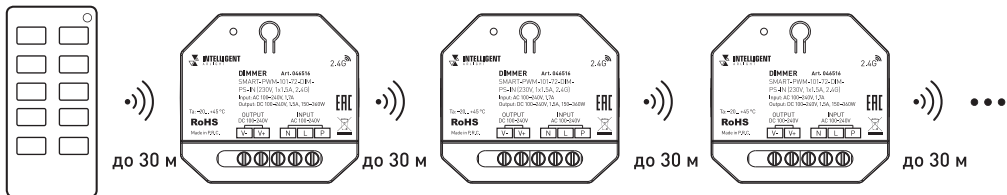

Рис. 2. Ретрансляция сигнала от пульта ДУ (до 30 м на открытом пространстве)
- 3.9. Все диммеры автоматически ретранслируют сигнал от пульта ДУ или панели управления (рис. 2). Расстояние между диммерами на открытом пространстве может достигать 30 м.